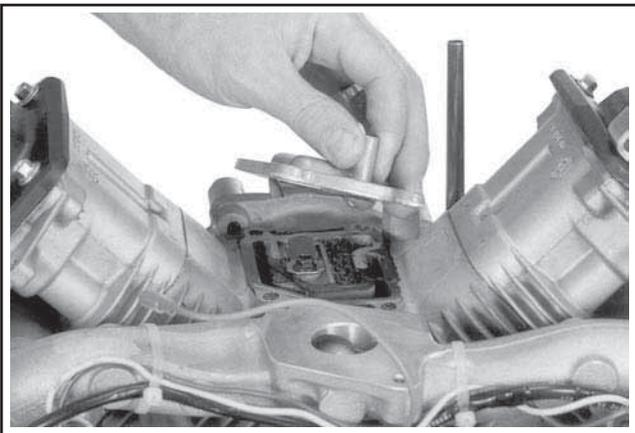

Figure 9-42. Enlèvement du couvercle du reniflard.
5. Retirer le couvercle du reniflard et le joint (si utilisé). Voir la Figure 9-42.